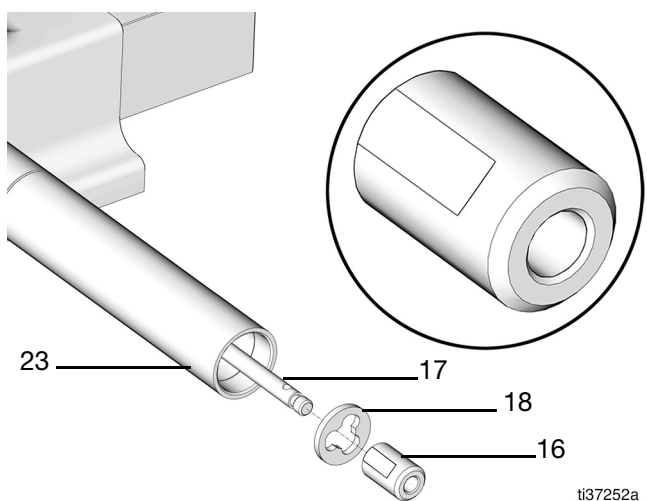

図 62
18. スパース (18) を固定されるまで下ポンプチューブ (23) の中に配置します (図 62)。
19. ノッチを上に向けた状態でシャトルバルブ (16) をシャベルロッド (17) に取り付けます (図 62)。